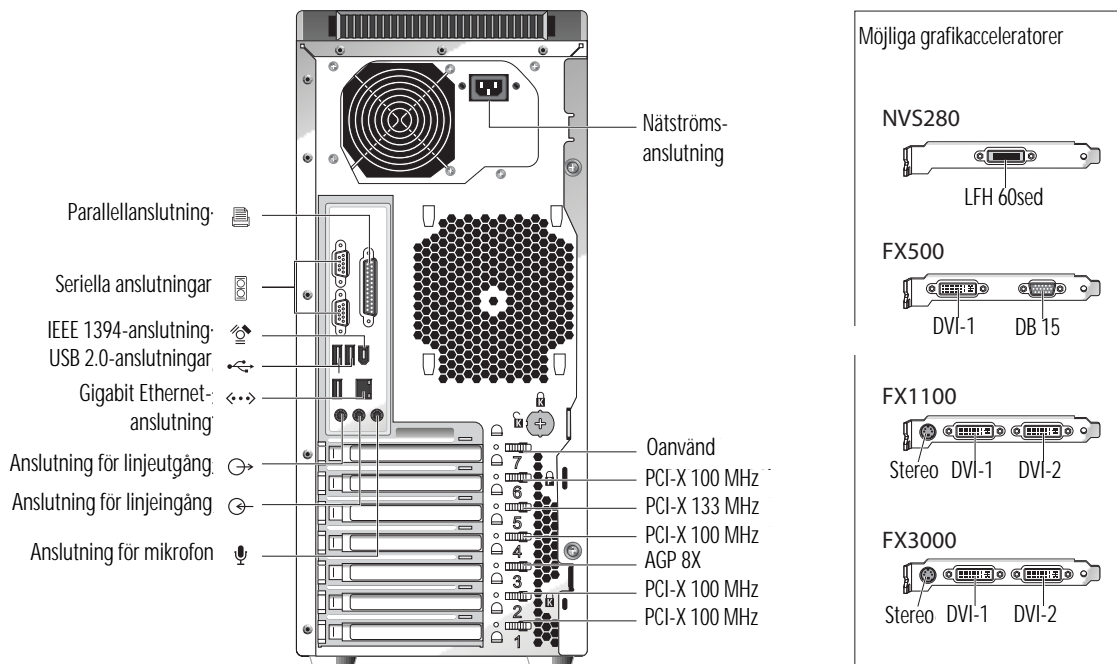

BILD 1-2 Baksida
BILD 1-2 visar baksidan på arbetsstationerna Sun Java W1100z och W2100z.
- Om arbetsstationen inte stängs av genom operativsystemskommandot eller om detta kommando inte är tillgängligt trycker du på strömbrytaren (vars placering visas i BILD 1-2).